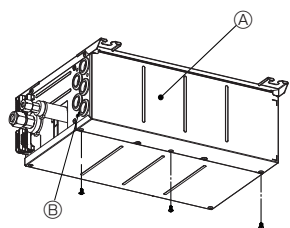
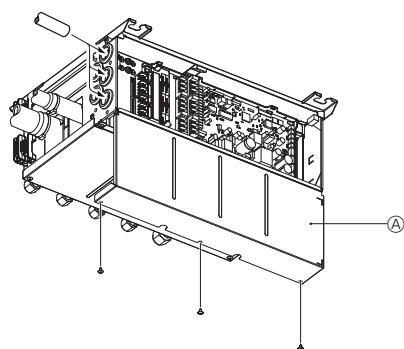
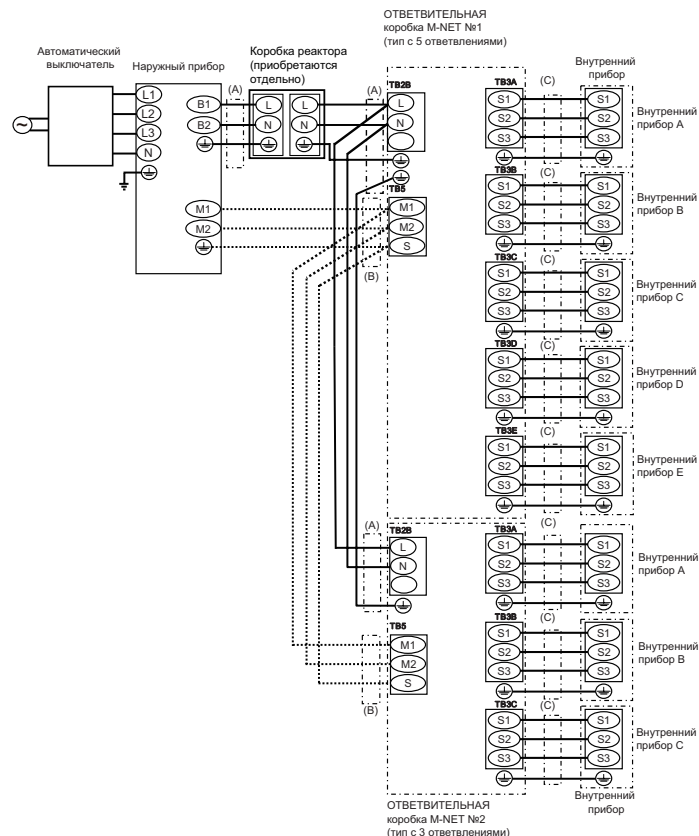

Fig. 8-1
Fig. 8-5
Fig. 8-8
- (1) Снимите крышку электрооборудования. (Fig. 8-1)
- (2) Пропустите электропроводку в ответвительную коробку, закрепляя каждый провод на соответствующем месте зажимом.
- (3) Надежно закрепите каждый провод на соответствующей клеммной колодке. (Fig. 8-8)
- (4) Установите двухпозиционный переключатель. (См. 8.3)
- (5) Установите крышку электрооборудования на место.
8.1. При использовании кабелепровода (Fig. 8-5, 8-6, 8-7)
8.2. Порядок монтажа наружной проводки (Fig. 8-8)